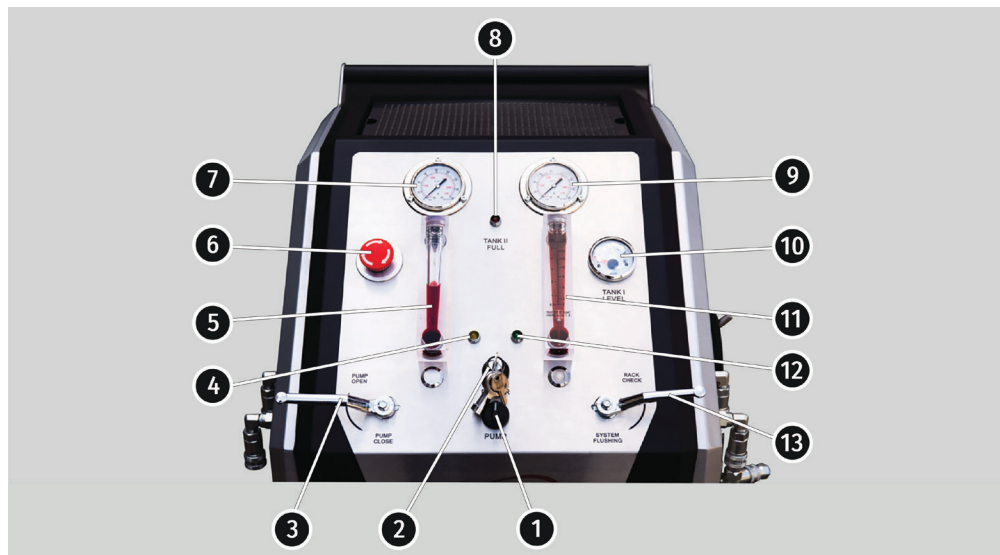

Рисунок 2. Панель управления стендом
Панель управления (рис. 2), содержит следующие элементы:
4. Степень загрязнения жидкости контролировать с помощью колбы поз. 5 рис. 2.
4.2. По показаниям манометра 7 и расходомера 11 (рис. 2), и критериям, изложенным в таблице 1, делаем заключение о работе насоса.